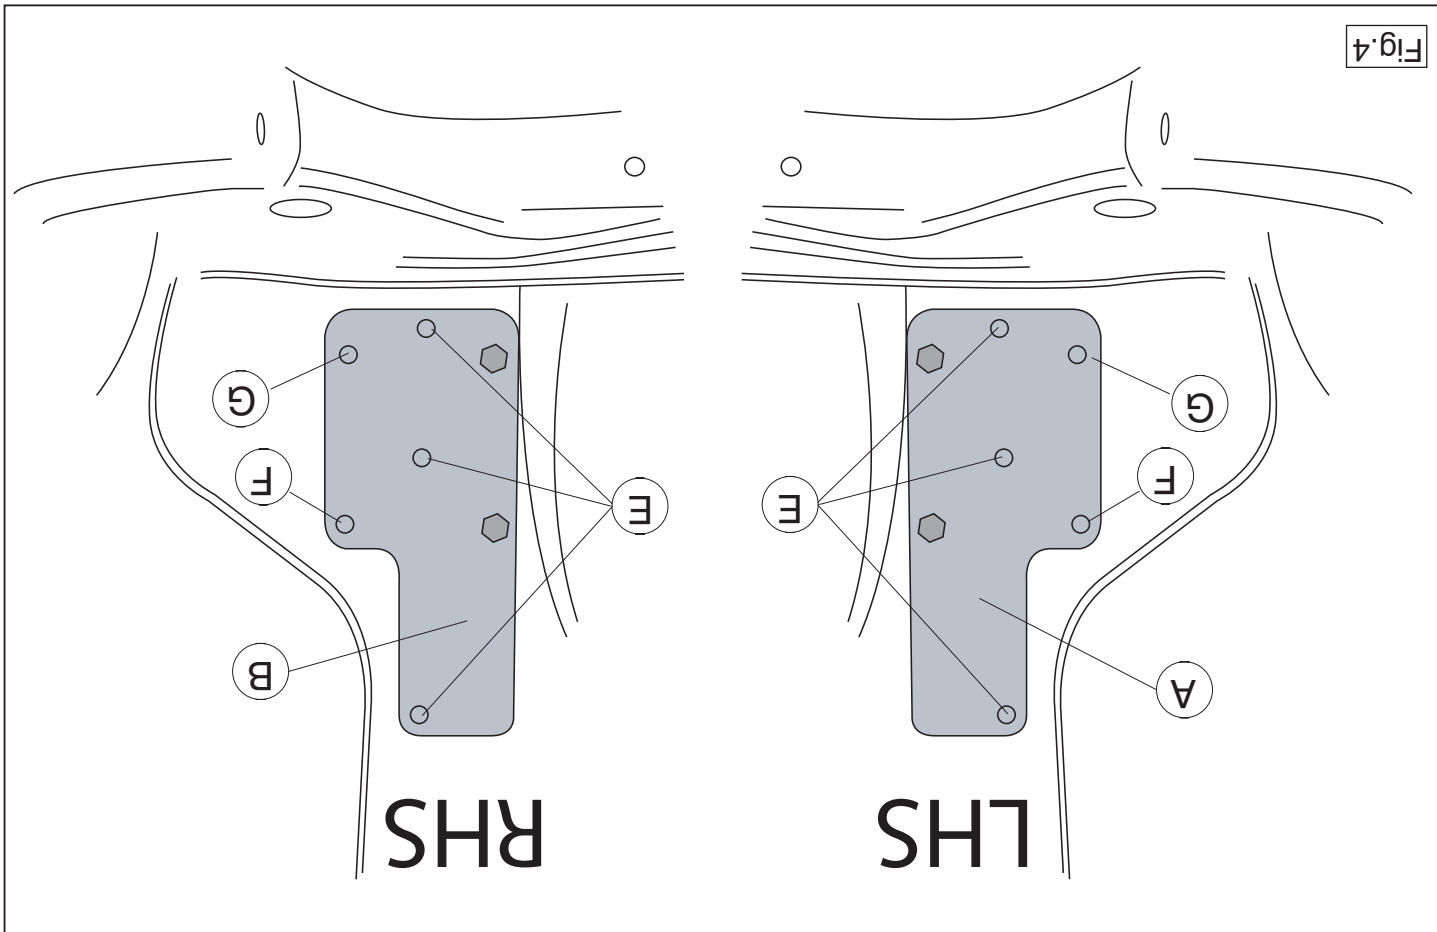

Fig.4
8. Wyświetl otwory od strony bagażnika otwory E, F i G na ø 10,5 mm. Patrz rysunek 4.